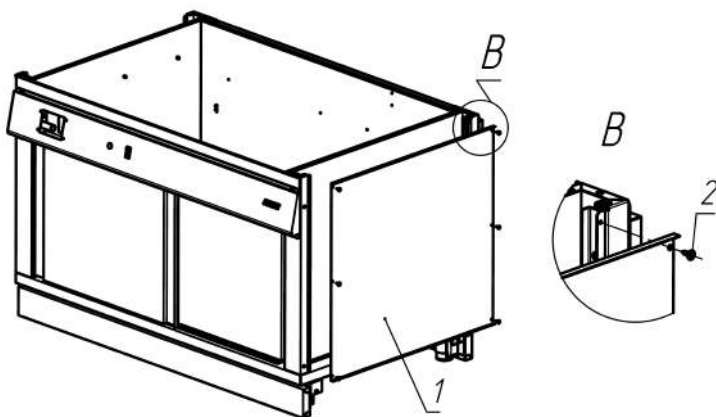

Рис.4
2.2.5 В комплект с мармитами первых блюд входят кожух поз.1 (2 шт.) (см. рис.4) и саморезы поз.2 (12 шт.). Кожухи устанавливаются и закрепляются на торцах соседних тумб-подставок при помощи саморезов.